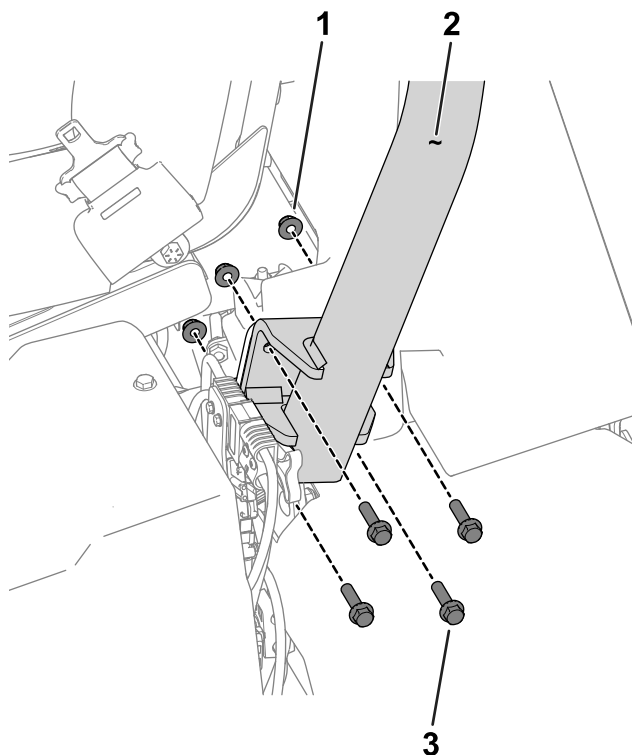

Figura 3
3. Utilizați 8 uruburi cu cap hexagonal ($\frac{3}{8}$ x 1 $\frac{1}{2}$ ") i 8 piulițe ($\frac{3}{8}$ ") pentru a monta bara antiruluiu în suporii- de pe fiecare parte a mainii (Figura 3).